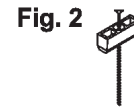

Fig. 2
- Fissare il pannello nella parte laterale con le squadrette piccole e le viti 4 x 35 mm. Montare il secondo pannello posandolo su 2 squadrette grandi in modo che la giunzione clip si ancora nel primo pannello (fig.2 della pagina precedente). Avvitare e stringere i raccordi della parte alta dei pannelli.
- Fissare i pannelli al tetto tramite le asole dei profilati "clip" ognuno con 4 viti 6 x 180 mm. **Nella parte inferiore e superiore usare sempre il pezzo distanziatore fig.2 (vedi anche la pagina precedente).** Fissare le squadrette piccole nel pannello di entrata (lato freddo).
- utilizzare un cavo bipolare a doppio isolamento, con sezione minima di 1,5 mm2 da collegare alla sonda per coprire la distanza di installazione da centralina ("17" di figura 1) allo specifico pozzetto nel Pannello solare ("17" di figure 2, 3, 4, 5). La lunghezza massima del cavo di collegamento della sonda è di 20 m (100 m se si utilizza un cavo schermato con messa a terra della schermatura).